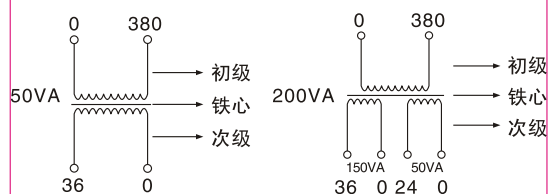
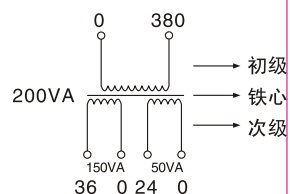
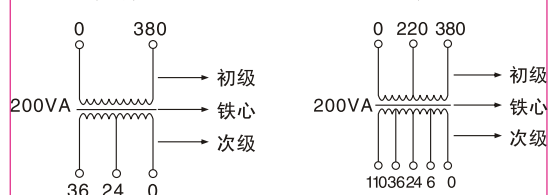
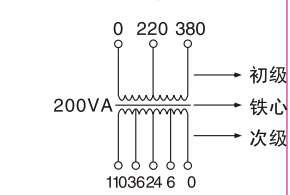

图1 单独绕组
图2 分立绕组
图3 混合绕组
图4 连续式中间带抽头绕组
6.1 购买前，先估算好您所使用的电器总容量，参考图1-图4的结构，选用留有一定容量的变压器，确保瞬时启动时不烧坏变压器。
7.1 变压器的型号、规格、容量、初、次级电压及次级电压的容量分配或参考图1-图4的举例来选择适合自己自己的产品。
3.2.2 本系列变压器的线圈，当初次级只有一个绕组时，可担负全部额定的容量；若有多个绕组时，则按各绕组应能承担给定的容量；但各绕组的容量之和不得超过总容量，见图1、图2、图3、图4。
3.2.3.1 例如如图1，CDDK-50型容量50VA，输入电压380V，输出电压36V。因为初、次级只有一个绕组，所以它可以担负全部容量50VA。
3.2.3.2 例如如图2，CDDK-200型，容量200VA，输入电压380V，输出电压36V、150VA和24V、50VA。因为图中初级只有一个绕组，所以它所承担的容量是额定容量200VA，次级有两个分开的单独绕组，而且各绕组容量已标明，所以它们各自承担容量，但总量之和200VA。
3.2.3.3 例如如图3，CDDK-200型，容量200VA，输入电压380V，输出电压36V、24V。因为图中初级只有一个绕组，所以它所承担的容量是额定容量200VA，次级绕组有中间抽头，所以次级的最高电压36伏单独使用时，才能带200VA的负载。24V则不能带200VA的负载，只能带133VA的负载，因为次级总电流 $I_2 = \frac{P_e}{U_2} = \frac{200VA}{36V} = 5.55A$ ，所以单独使用24V时的容量 = $24V \times 5.55A = 133VA$ 。同时使用36V、24V时，其电流之和不能大于5.55A。总之，无论输出电压是单独使用或两组同时使用，其负载电流之和不能超过变压器的额定电流。
3.2.3.4 例如如图4，CDDK-200型，容量200VA，输入电压380V、220V，输出电压110V、36V、24V、6V。从图4中我们看出：初、次级绕组中都有中间抽头。初级的最大使用电流 $I_1 = \frac{P_e}{U_1} = \frac{200VA}{380V} = 0.526A$ ，所以无论使用220V或是380V时，其电流不能超过0.526A；即使用380V时，该变压器的容量是200VA，使用220V时，该变压器的最大容量是： $\frac{200VA}{380V} \times 220V = 116VA$ ，所以这时200VA的变压器则成了116VA的变压器了；同时次级容量也随之减小到116VA，次级的最大使用电流取决于初级的使用情况，如果初级接380V的电压上，此时的变压器应是200VA，所以次级电流应为 $I_2 = \frac{P_e}{U_2} = \frac{200VA}{110V} = 1.8A$ 。